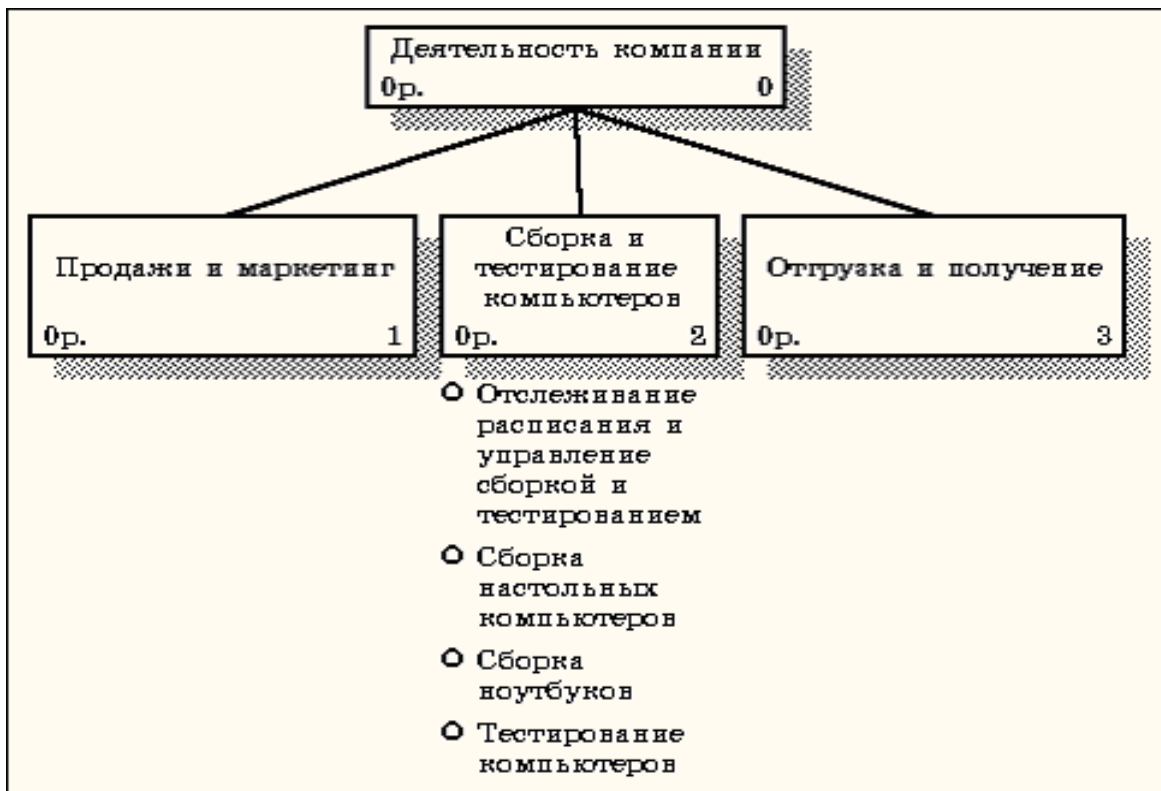

Рисунок 1.30 – Диаграмма дерева узлов
4. Щелкните по кнопке **Finish**. В результате будет создана диаграмма дерева узлов (**Node tree Diagram**) (рисунок 1.30).